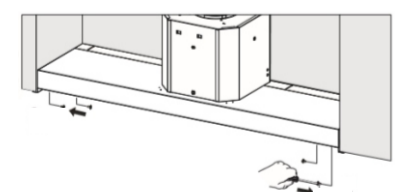

рис. 6
- к полке прибор крепится самонарезающими винтами 3,5x13мм (рис. 6);